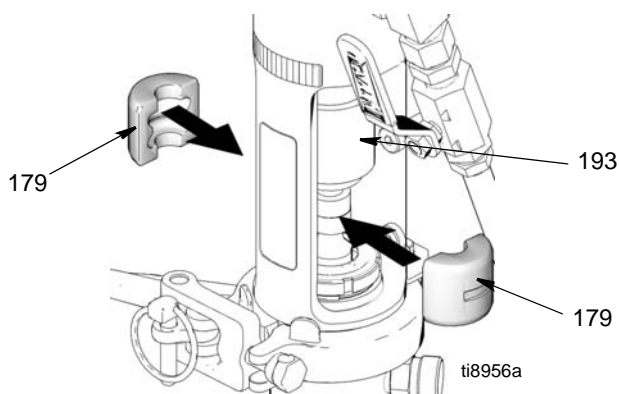

FIG. 23
4. (Fig. 23) Installare lo spinotto.